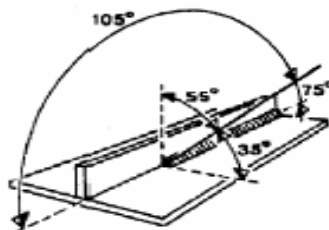

Abbildung 3-3
- Schritt11: Halten Sie den Draht bei eingestelltem Lichtbogen etwa in einem Winkel von 35° . (Vergleiche Abbildung 3-3)